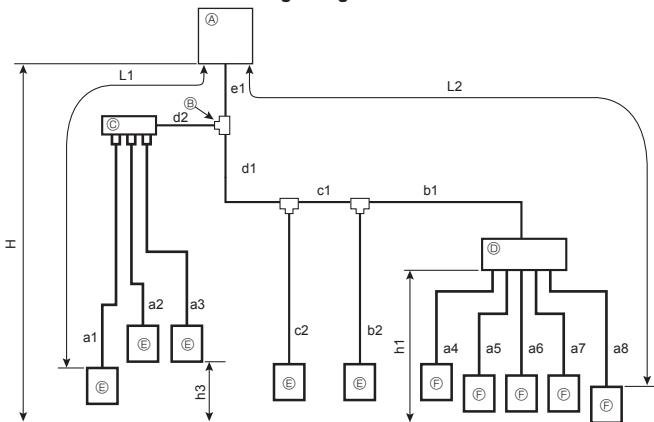

Fig. 4-3 (a)
4.2.3. Blandet system (City Multi-innendørsenheter og innendørsenheter i M-, S- og P-serien via forgreningsboks) (Fig. 4-3)